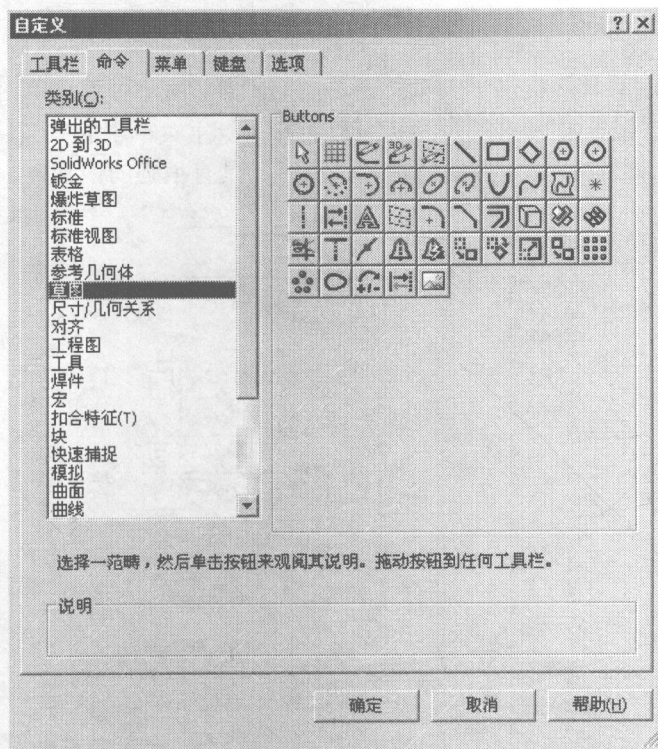

图 1-5 改变工具栏的命令图标
- (1) 右击工具栏的空白处，系统弹出快捷菜单。
- (2) 在菜单中单击“自定义”命令，系统弹出“自定义”对话框，单击“命令”选项卡，如图 1-5 所示。
(3) 这里，假定要增加的图标是“草图绘制”工具栏中的“椭圆”工具。首先在“类别”列表框中找到“草图”选项，然后在“按钮”选项栏中选取“椭圆”图标，将此图标拖到图形区域中的“草图绘制”工具栏中即可。如果想删除工具栏中的命令图标，只需在如图 1-5 所示的状态下，进行步骤（3）的逆向操作就可以完成减除操作。